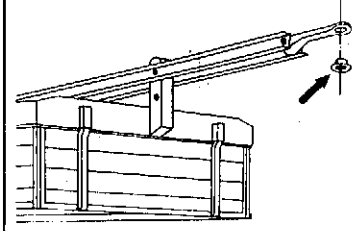

Abb. 34
64. Mitgeliefert wird eine Buchse, die bei normaler Anhängerkupplung schweißt werden muß. (Abb. 34)
64 A bush is supplied as an extra and can be welded into place for standard trailer couplings (Fig. 34).
64. Une douille faisant partie de la fourniture doit être soudée dans le cas d'un crochet d'attelage normal (fig. 34).
64. Nella fornitura vi è una boccia che nel caso di normale giunto di aggancio deve venire saldata (fig. 34)
64. Meegeleverd wordt een busdis bij normale aanhangkoppeling moet worden ingelast (fig. 34).